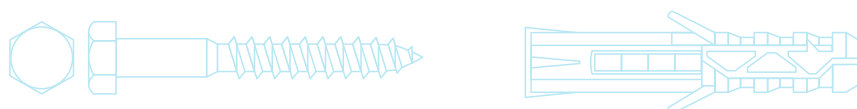

Рисунок 15 – Шуруп с шестигранной головкой «Глухарь» с дюбелем
- 3 Сверление производить сверлом диаметром 16 мм. В отверстия установить распорные дюбели диаметром 16мм и длиной 80 – 120 мм (рис. 15);